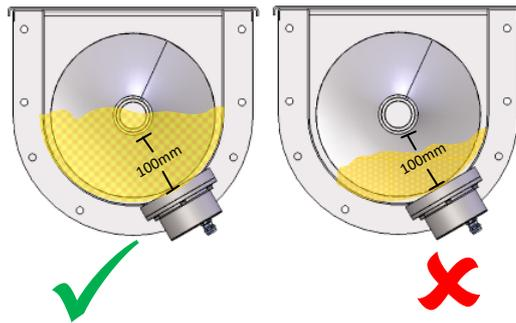

图7：螺旋输送机物料水平
- 保持稳定的物料填充水平，确保传感器陶瓷盘前的物料深度始终高于 100 毫米(见 图 7)。